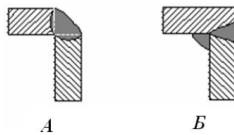

Рисунок 10.4 - Кутові типи зварних з'єднань
- **кутовими** - коли елементи що з'єднуються, перпендикулярні один до одного й приварюються крайками (рис. 10.4). Таке зварене з'єднання є різновидом таврового.